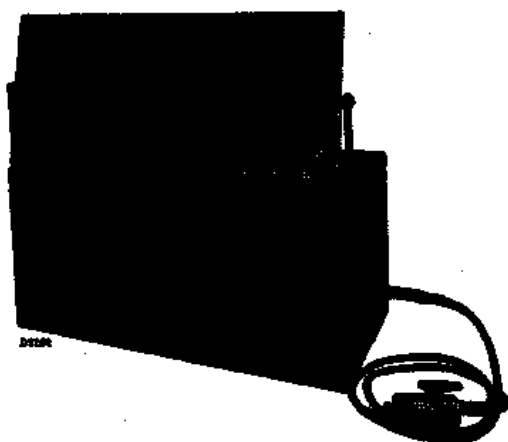

Fig. 1
1. un oscillateur de service GM 2880 F (voir figure 1).